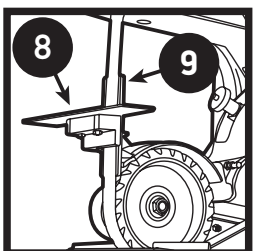

Figure 6
12. Fixer la table d'affûtage du guide de scie à chaîne au plateau vertical à l'aide de deux boulons. (Figure 6).